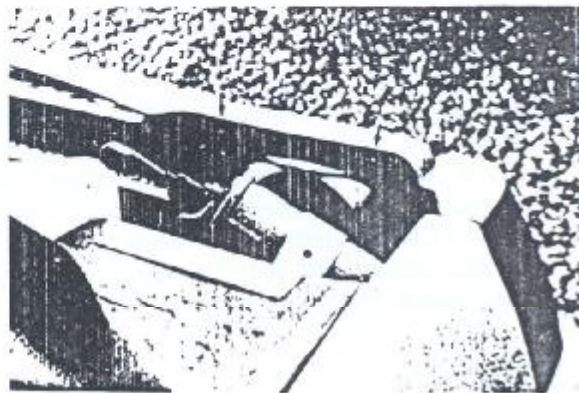

Figura 9.43.7 - Porcas de fixação do conjunto do farol
2. Remover as porcas dos parafusos de fixação e ajuste dos faróis e remover os parafusos, arruelas e molas (Figura 9.43.7).
6. Posicionar os parafusos, molas, arruelas e porcas de fixação do conjunto do farol (Figura 9.43.7).